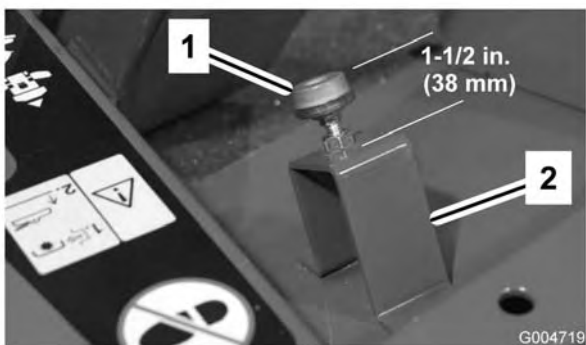

Figura 67
2. Controllate la regolazione dell'arresto del pedale della trazione. La distanza tra la parte superiore del cavalletto e la parte superiore dell'arresto deve essere di 38 mm (Figura 67). Allentate i dadi e regolate la distanza come opportuno.